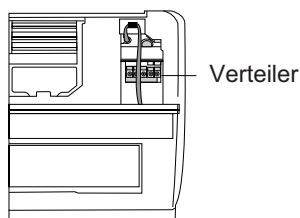

Abb. 4.11
- Öffnen Sie die vordere Abdeckung der Inneneinheit indem Sie die Schrauben lockern wie auf der Abbildung 4.11, dort befindet sich viel Platz zum Anbringen des Kabels.